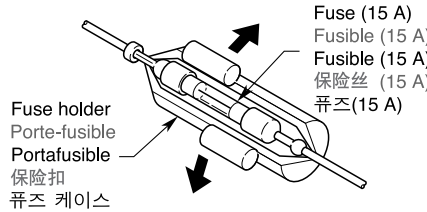

Figure 6 / Figure 6 / Figura 6 / 図6 / 그림 6
4. To replace the fuse, release the catch on the source unit side, remove the old fuse and insert the new one. (Figure 6)
4. Pour remplacer le fusible, ouvrez le verrou sur le côté de l'appareil pilote, enlevez le vieux fusible et insérez-en un neuf. (Figure 6)